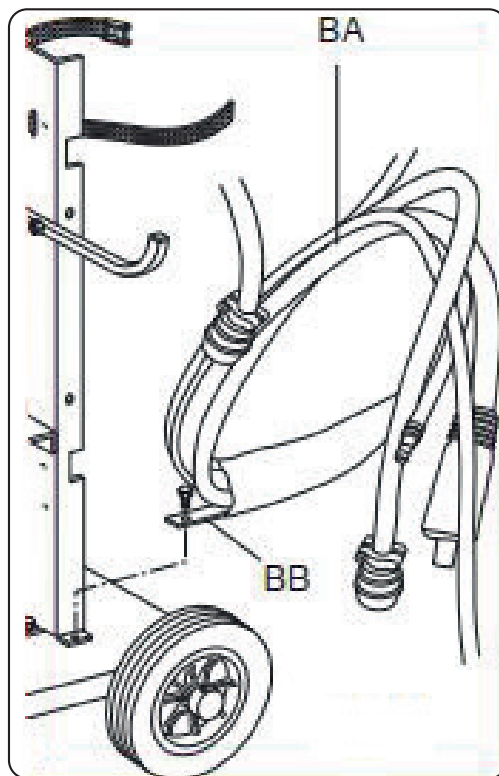

Fig. 3
- ◆ Bloquear la extremidad de la conexión BA, fijando la lengüeta BB al fondo de la máquina (ver fig. 3).